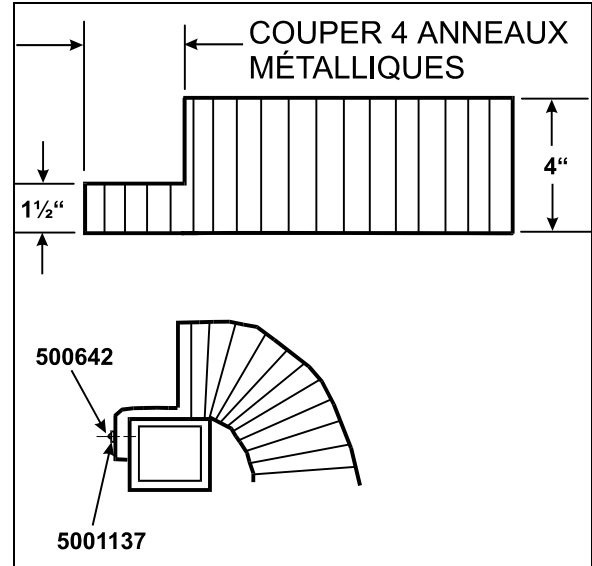
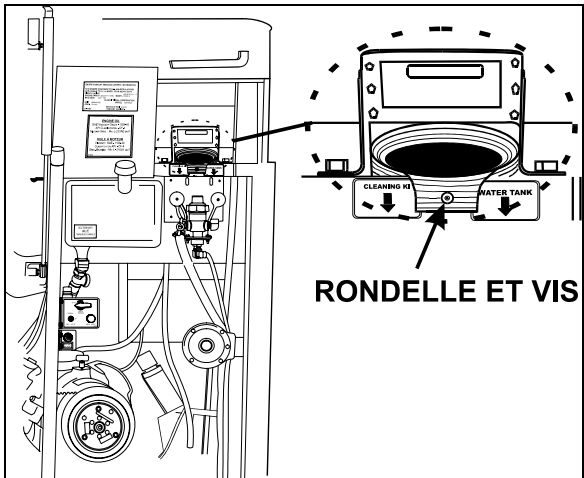

FIGURE 25 : COUPAGE DE 4 ANNEAUX MÉTALLIQUES
FIGURE 26 : INSTALLATION DU BOYAU DE VENTILATION
3. Couper quatre anneaux métalliques à l'autre extrémité (voir la figure 25). Passer le boyau entre le ventilateur du cabinet d'aisances et le filtre à air du moteur et laisser sortir le bout sous le ventilateur. Fixer la lèvre du boyau à l'aide d'une rondelle #5001137 et d'une vis #500642 (voir la figure 26).